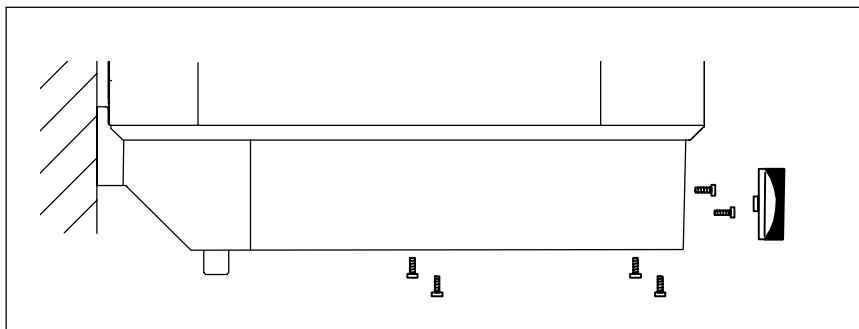

Рис. 8
- Снять ручку выбора температуры (см.рис.8), вывинтить винты и снять нижнюю крышку.